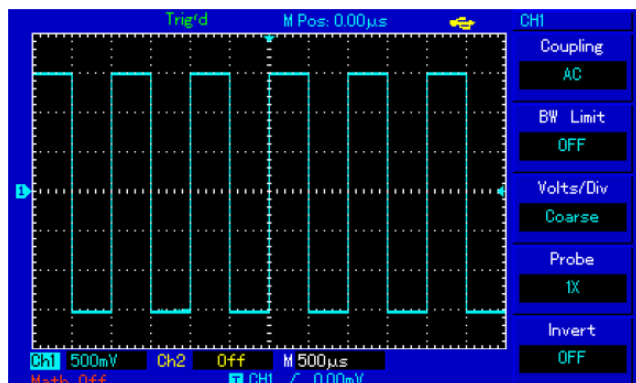

Рисунок 1-7 Сигнал компенсации щупа.
3) Подсоедините кончик щупа и зажим заземления к соответствующим выводам сигнала компенсации щупов. Нажмите кнопку **[AUTO]** и через несколько секунд вы увидите на дисплее прямоугольный сигнал на частоте 1 кГц с амплитудой около 3В (см. Рисунок 1-7). Повторите эти шаги для проверки второго канала (CH2). Для отключения первого канала нажмите функциональную кнопку **[CH1]**, а затем нажмите функциональную кнопку **[CH2]** для включения второго канала. Повторите шаги 2) и 3).